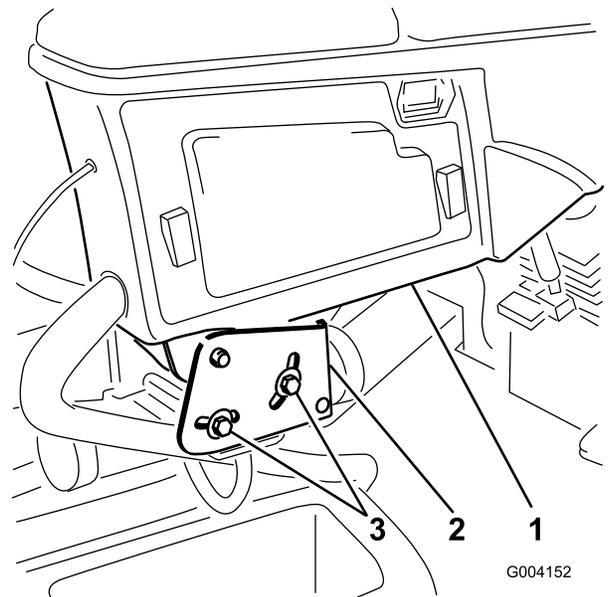

Figura 37
1. Afloje los 2 pernos que fijan el brazo de control al soporte de retención (Figura 37).